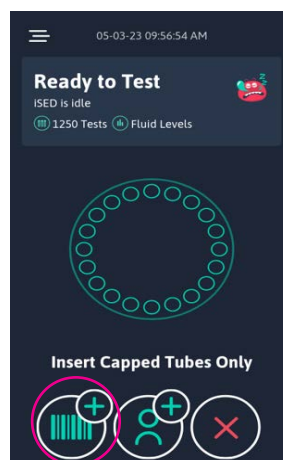

Abbildung 21
1. Wählen Sie das Symbol „Barcode“ mit dem Pluszeichen (Abbildung 21).